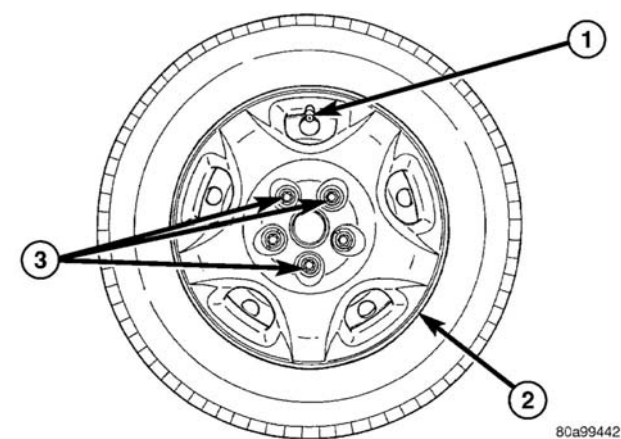

图 12 固定车轮罩的螺母
- （2）记下气门嘴与车轮装配螺母的相对位置，卸下将车轮罩紧固到车轮和轮毂的三个车轮装配螺母（图 12）。
(4) 安装并轻轻地紧固其余三个车轮固定螺母，将车轮罩紧固到位（图 12）。